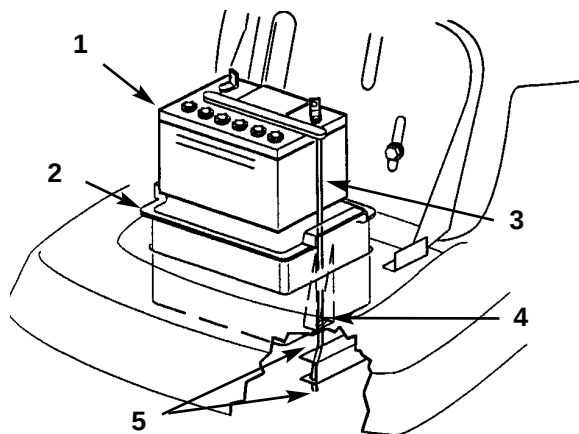

Fig. 21
5. Fjern batterikassen, batteriet og det lange ventilationsrør fra chassiset (fig. 21).
1. Sæt batteriet ind i batterikassen og skub ventilationsrøret ind i kanalen og gennem åbningen i bunden af kassen (fig. 21).
VIGTIGT: Se ned i udskæringen, hvor batterikassen passer ind i chassiset. Bemærk hullet ved enden af rammens højre vange (fig. 21). Stik altid det lange batteriventilationsrør gennem hullet for at forhindre, at batterisyre korroderer traktoren og klippeenheten.
2. Sæt batterikassen og batteriet ind i chassiset (fig. 21). Sørg for at stikke enden af ventilationsrøret gennem hullet i rammen (fig. 21).
3. Med bolten og vingemøtrikken forbind det positive (røde) kabel med den positive (+) batteriklemme (fig. 21). Sæt gummihætten på batteriklemmen.